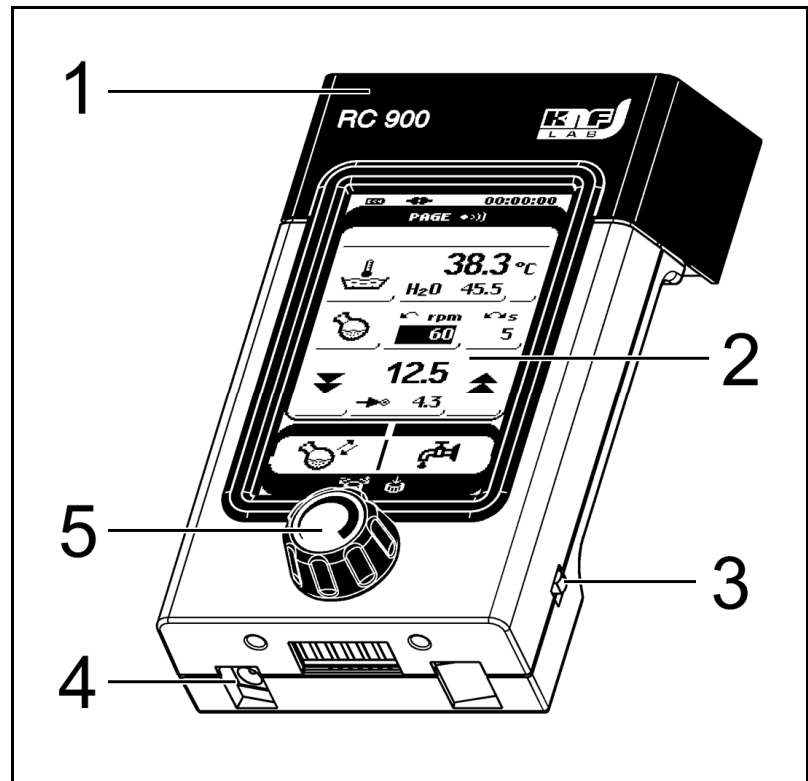

Abb. 10: Hand-Terminal
- des Drehknopfes (Abb. 10/5) und
- des Touchscreens (2).
Abnehmen des Hand-Terminals vom Rotationsverdampfer: Das Hand-Terminal am oberen Griff (Abb. 10/1) ziehen, bis es sich löst, und abnehmen (ggf. Transportsicherung lösen, siehe Kap. 6).
Das Hand-Terminal mit der Unterseite am Rotationsverdampfer in die Auflage für das Hand-Terminal (Abb. 1/1, Seite 12) setzen; anschließend das Hand-Terminal am oberen Griff (Abb. 10/1) fest andrücken, bis es einrastet.